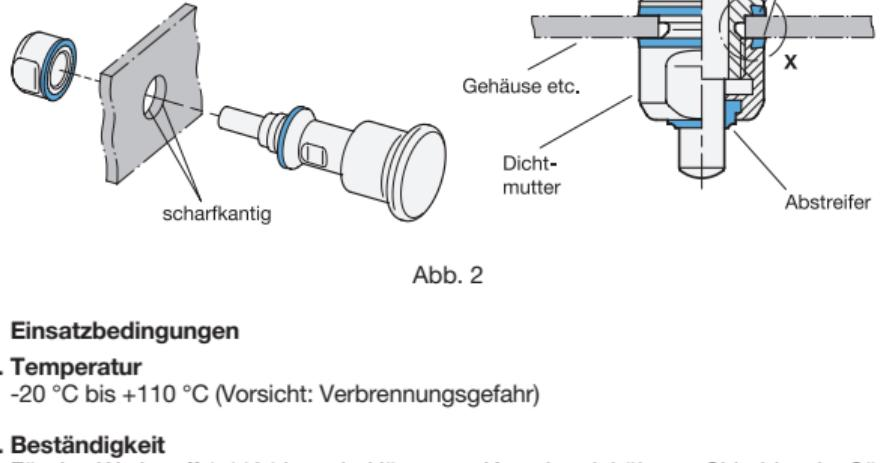

Abb. 2
- Die Aufnahmebohrung muss derart ausgeführt sein, dass der Metallabsatz innerhalb der Dichtringe möglichst vollständig auf dem Untergrund aufliegt und ein Spannen auf Block (metallischer Anschlag) ermöglicht (Toleranz von $+0,05/+0,2$). Die Dichtringe müssen gänzlich auf dem Untergrund aufliegen (Abb. 2).